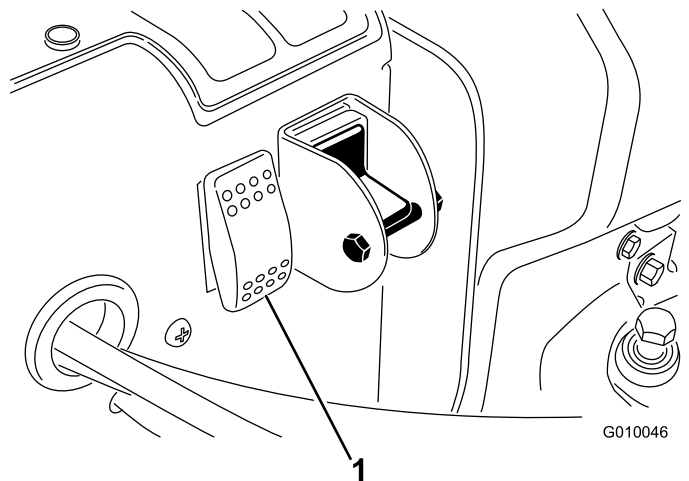

Figura 30
2. Apăsai comutatorul de resetare a sistemului (Figura 30).